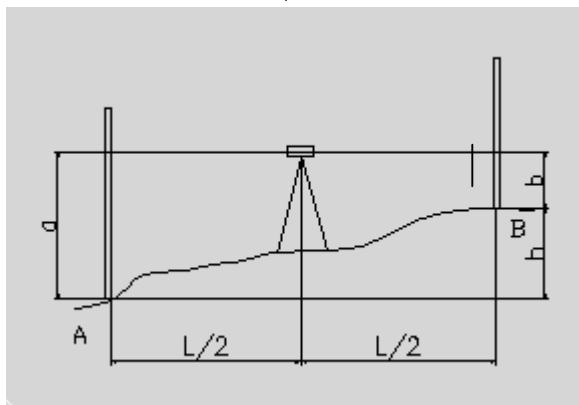

图 7.
(4) 旋转脚螺旋⑦可将仪器安平。当圆水泡⑤居中时，仪器即被安平了，此时视线自动安置成水平状态，如图 7。
- (1) 将仪器置于 A、B 两点之间距离约一半处，如无法将仪器放置在 A、B 两点之间，则应尽可能使仪器与 A、B 两点的距离（距离测量参见 5.4.2）相近似，如图 7。
- (2) 在 A、B 两点垂直地安置水准尺。先用水准仪读出 A 点的高度数值 a,再读出 B 点的数值 b。
- (3) A、B 两点的高差 $h=a-b$